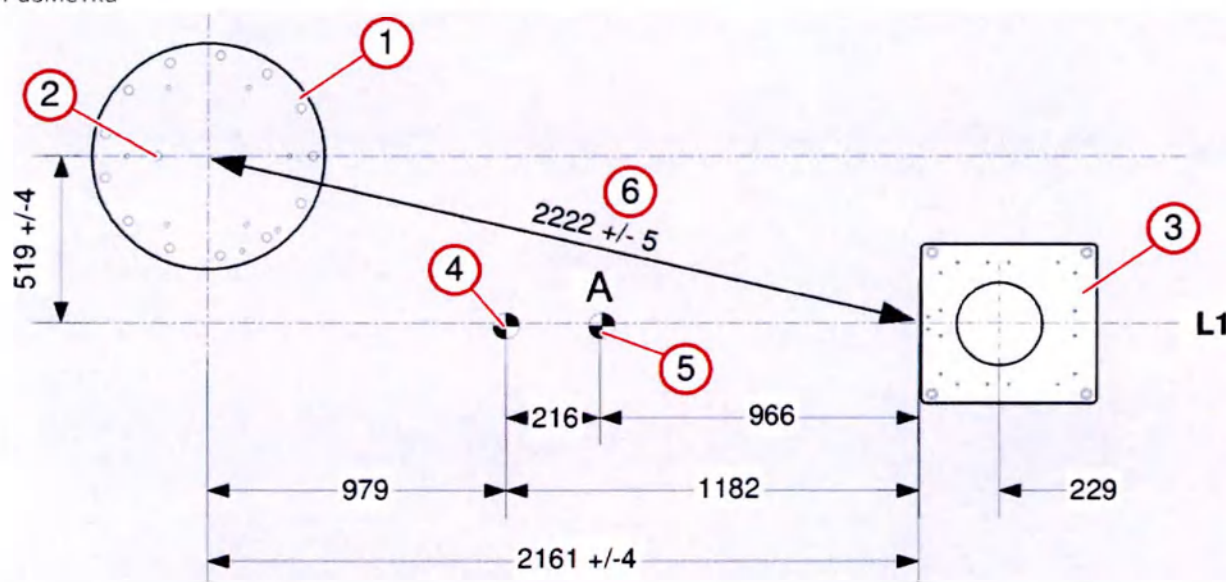
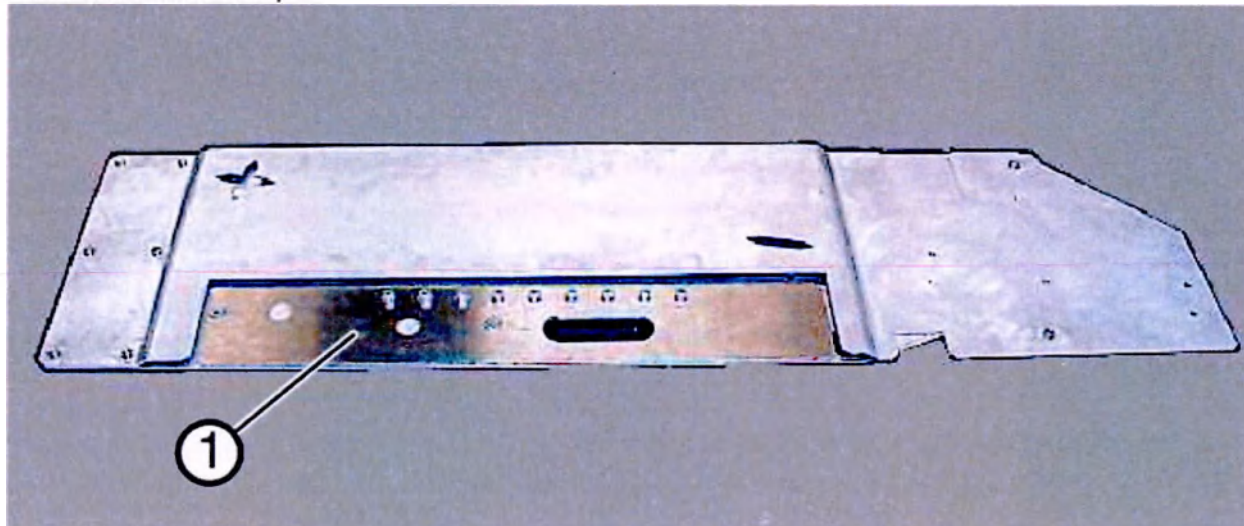
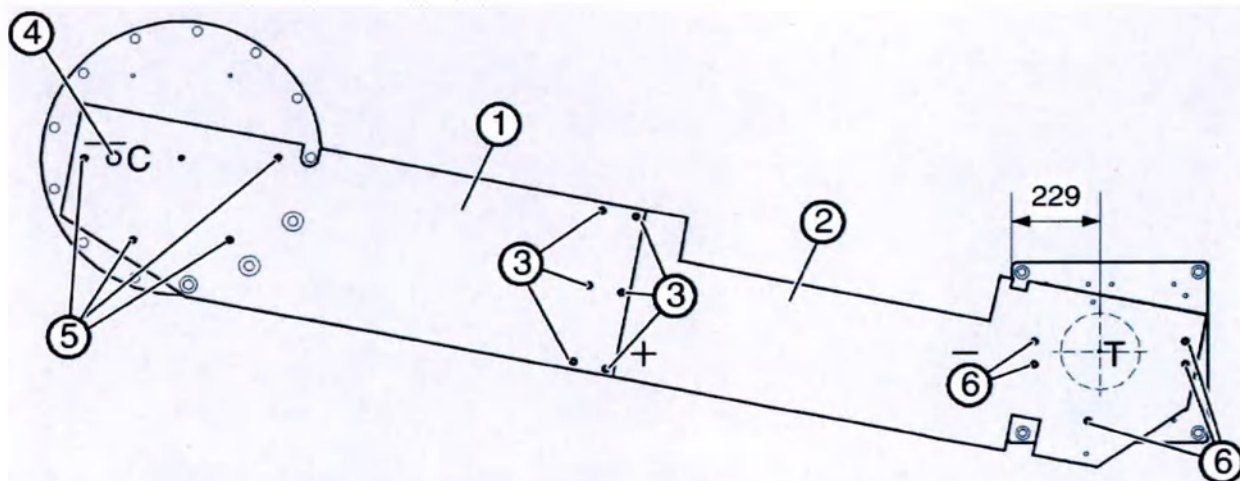

Рис. 1: Разметка
Рис. 2: Установочный калибр
Рис. 4: Размещение установочного калибра
- Нанесите на пол следующие отметки в соответствии с Планом проекта и Рис. 1:
- Если установочный калибр не используется: Изоцентр для напольного штатива в головном положении Рис. 1 (4)
Отметка А Рис. 1 (5)
Установочный калибр необходим для выравнивания монтажных пластин Рис. 2. Установочный калибр состоит из трех алюминиевых пластин, которые поставляются скрепленные болтами.
Установочный калибр прикручивается к монтажным пластинам напольного штатива и стола с помощью винта, которым крепится пластина Рис. 2 (1) (Рис. 4.)
Пластина Рис. 2 (1) предназначена для выравнивания потолочных продольных направляющих штатива при двухпроекционной системе и не нужна для системы «Artis one».
Соберите две части установочного калибра Рис. 4 (1, 2) с помощью винтов и прикрепите его к монтажным пластинам напольного штатива и стола. При этом необходимо следить за тем, чтобы направляющее отверстие С в установочном калибре (Рис. 4 (4)) совпадало с направляющим отверстием С в монтажной пластине (Рис. 1 (2)).